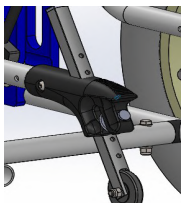

fig. 4.2
- verso l'alto funzionamento non in presa come fig. 4.2